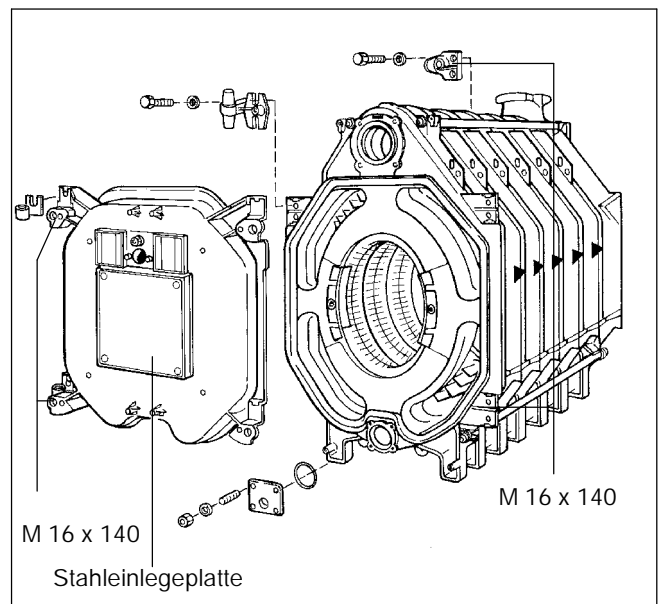

Abb. 24
- Brenntür einhängen, schließen und mit den in Abb. 24 gezeigten Maschinenschrauben (4 x M 16 x 140) verschließen. Die Maschinenschrauben sind gleichmäßig über Kreuz anzuziehen.
- Stahleinlegeplatte (Abb. 24) auf der Baustelle entsprechend dem benötigten Brennerrohrdurchmesser ( $\varnothing$  max. 360 mm) bohren oder autogen ausschneiden. Löcher für die Brennerbefestigung nach dem Lochbild des Brenneranschlußflansches bohren.